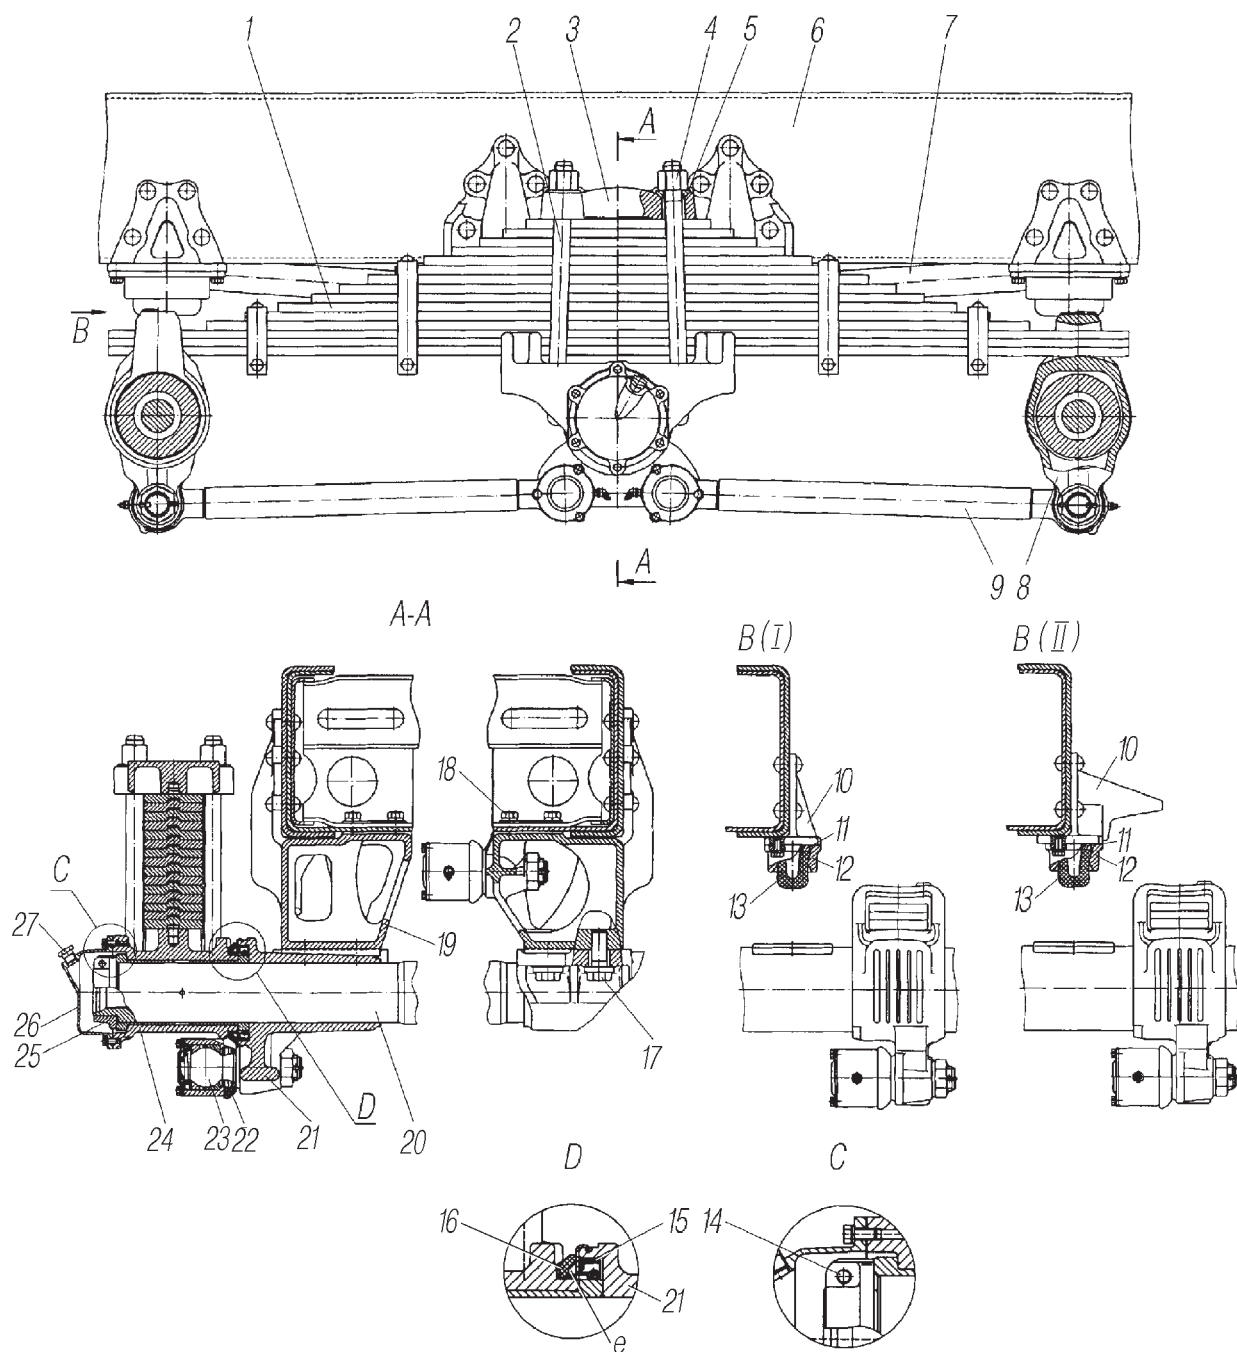

Рис. 42. Подвеска среднего и заднего мостов:
**Задняя подвеска** балансного типа, концы рессор входят в проушины опорных кронштейнов 8 (рис. 42).
Для снятия стремянки 2 (см.рис. 42) без отсоединения реактивных штанг поддомкратить автомобиль, установить под ось балансира или раму подставку.